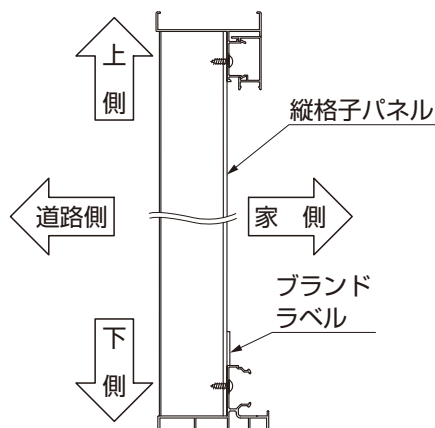

図8-3 パネル取付け方向
- スクリーンには取付けの際 方向、向きがあります。(図8-3参照)